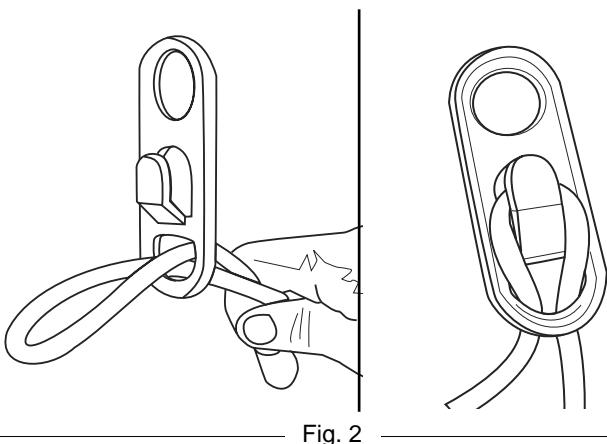

Fig. 2
2. Poussez la boucle dans le trou inférieur dans l'arrêt (Fig. 2).
3. Faites glisser la boucle par-dessus l'arrêt et tirez vers le bas jusqu'à ce que le cordon soit bien rentré (Fig. 2).